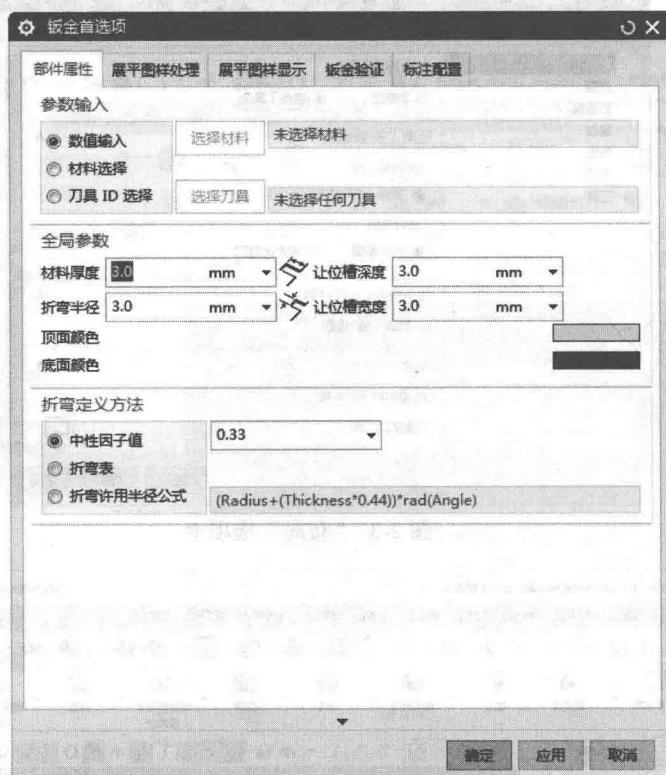

图 2-5 “钣金首选项”对话框
钣金应用提供了材料厚度、折弯半径和折弯让位槽等默认属性设置。也可以根据需要更改这些设置。在钣金设计环境中，选择“菜单(M)”→“首选项(P)”→“钣金(H)…”命令，打开如图 2-5 所示的“钣金首选项”对话框，在图中可以改变钣金的默认设置项，默认设置项包括部件属性、展开图样处理、展平图样显示、钣金验证和标注配置 5 项。
- (1) 材料厚度：钣金零件默认厚度，可以在图 2-5 所示的对话框中设置材料厚度。
- (2) 折弯半径：折弯默认半径（基于折弯时发生断裂的最小极限来定义），在图 2-5 所示的对话框中可以根据所选材料的类型来更改折弯半径设置。
- (3) 让位槽深度和宽度：从折弯边开始计算折弯止裂口延伸的距离称为折弯深度（D），跨度称为宽度（W）。可以在图 2-5 所示的对话框中设置止裂口宽度和深度，其含义如图 2-8 所示。